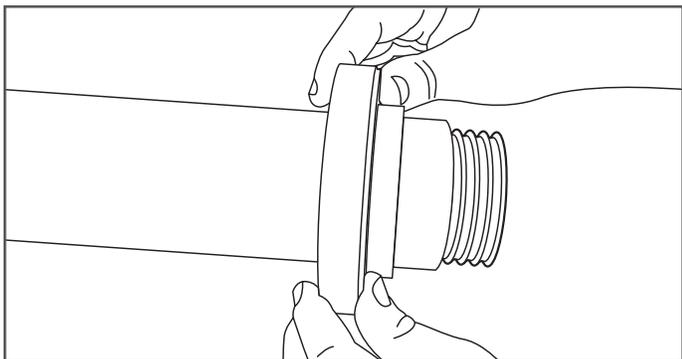

Figura 8-9
9. Retire la sección posterior del acoplamiento DoubleTrac®. (Figura 8-9)